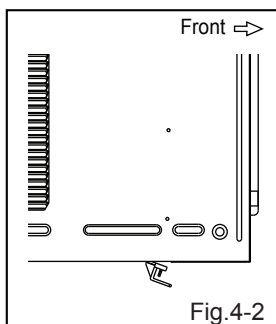
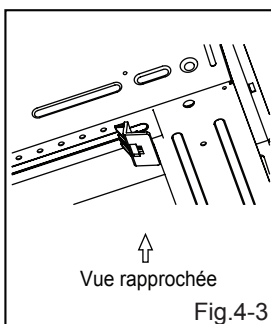

Fig.4-2
Fig.4-3
- 4b. Alignez les deux broches dans les zones à fentes sous l'armoire. (Fig.4-2, Fig.4-3)